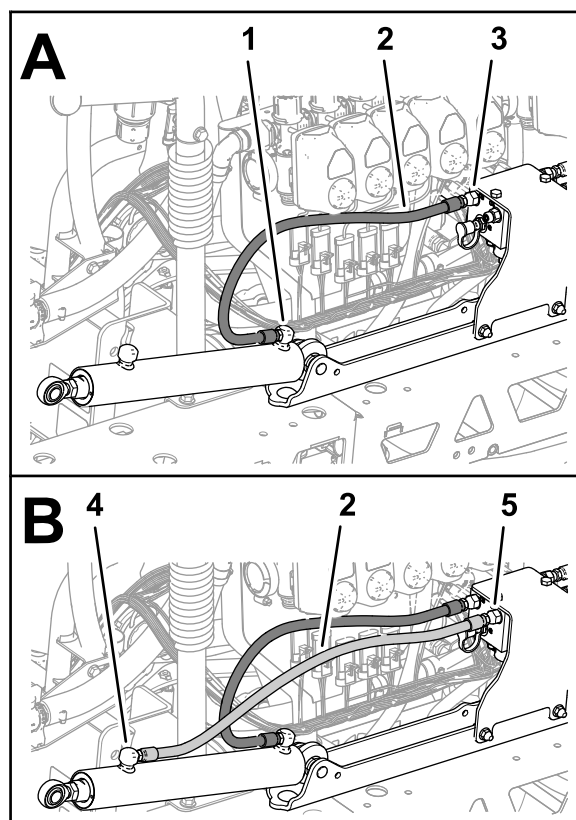
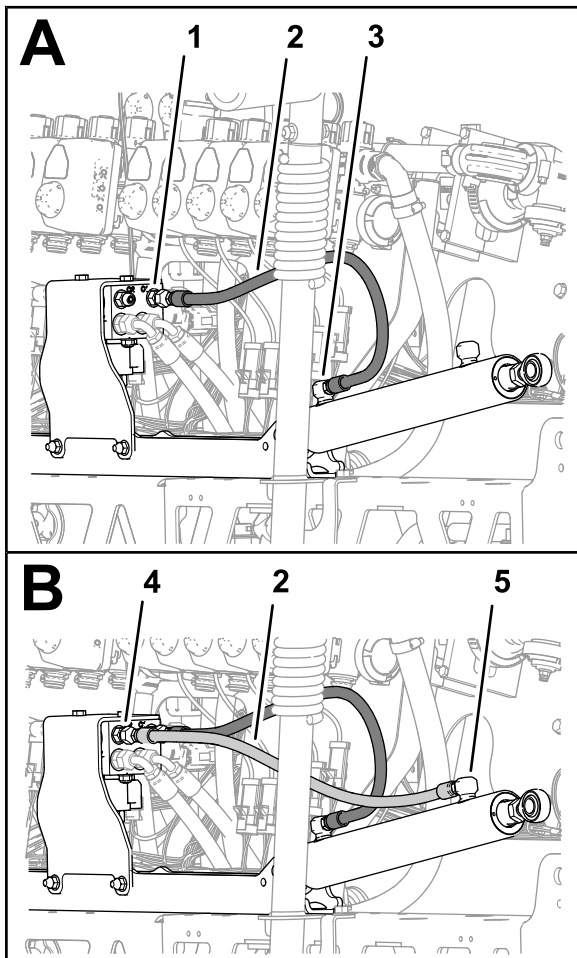

图 117
图 118
1. 将新液压软管 $\frac{1}{4} \times 24\frac{3}{4}$ 英寸松松安装到左喷洒臂提升油缸的延长端口与喷洒臂提升阀箱的 C3 端口之间 图 117。
2. 将新液压软管 $\frac{1}{4} \times 24\frac{3}{4}$ 英寸松松安装到左喷洒臂提升油缸的回收端口与喷洒臂提升阀箱的 C4 端口之间 图 117。
3. 将新液压软管 $\frac{1}{4} \times 24\frac{3}{4}$ 英寸松松安装到右喷洒臂提升油缸的延长端口与喷洒臂提升阀箱的 C1 端口之间 图 118。
4. 将新液压软管 $\frac{1}{4} \times 24\frac{3}{4}$ 英寸松松安装到右喷洒臂提升油缸的回收端口与喷洒臂提升歧管的 C2 端口之间图 118。
5. 上紧提升油缸延长和回收端口的软管接头图 117 和图 118 扭矩至 2126N·m。
6. 上紧喷洒臂提升歧管的软管旋转螺母图 117 和图 118 扭矩至 2430N·m。